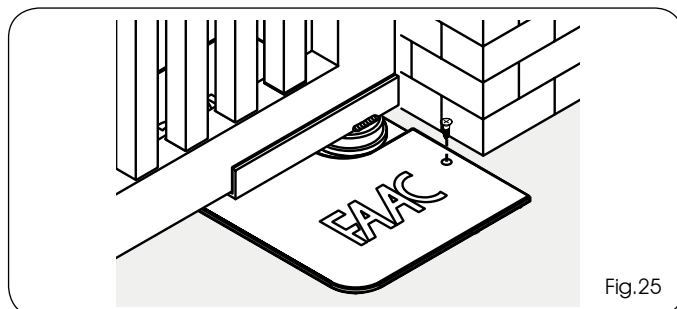

Fig.25
- 4) SVITARE la vite (Fig.25 rif.B) di finecorsa in chiusura (Fig.25 rif.①), fino a quando l'anta non accenna a muoversi.